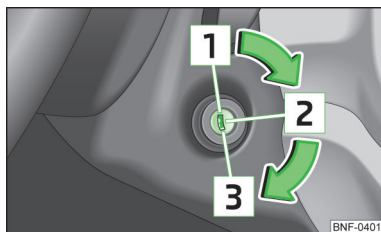

Fig. 69
- Under kørsel med standset motor skal tændingsnøglen altid være i stilling  » Fig. 69 på side 64 (tænding tilsluttet). Denne stilling signaleres ved, at der er kontrollamper, der lyser. Hvis dette ikke er tilfældet, kan ratlåsen blive aktiveret uventet – fare for ulykke!
Når **rattet er låst**, og nøglen ikke kan drejes eller kun meget vanskeligt kan drejes til position » Fig. 69, skal du dreje rattet lidt frem og tilbage – ratlåsen bliver derved deaktiveret.
Træd koblingspedalen helt ned, tilslut tændingen » Fig. 69 på side 64, og start – giv ikke gas. Hold koblingspedalen nede, indtil motoren starter.
Standst motoren ved at dreje tændingsnøglen til position » Fig. 69 på side 64.